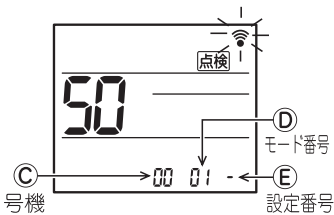

図2
- ▼ ボタン⑥を押して号機⑥を設定対象ユニットに合わせる。(図2)
- ▼ ボタン⑥を押してモード番号⑦を合わせる。(図2)
- ▼ ボタン⑥を押して設定番号⑧を選択する。(図2)